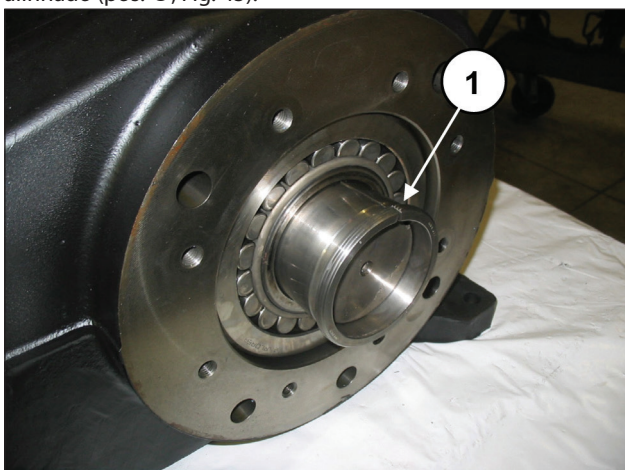

Fig. 45
Insira manualmente o casquilho de pressão para manter o eixo alinhado (pos. ①, Fig. 45).